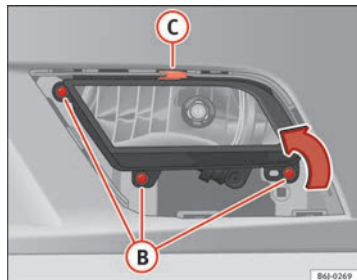

Fig. 154 Farol de nevoeiro
- Retire os parafusos (3x) ⇒ Fig. 154 (B) para extrair o farol de nevoeiro.
- Retire o grampo metálico que se encontra na parte superior do farol de nevoeiro, puxando para fora ⇒ Fig. 154 (C).